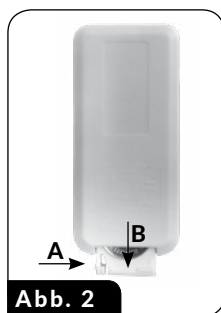

Abb. 2
3. Entkalken Sie den Ultraschallwandler regelmäßig (falls notwendig). Weichen Sie ein weiches Tuch in einer Mischung aus Essig und Wasser ein legen Sie es für einige Minuten vorsichtig auf den Wandler (3) und auf die Oberfläche mit Steinablagerungen auf. Reinigen Sie die gereinigten Oberflächen nach der Entkalkung mit einem feuchten, nur mit Wasser getränkten Tuch. Seien Sie bei der Reinigung des Wandlers besonders vorsichtig, um ihn nicht mechanisch zu beschädigen.
4. Spülen Sie den Luftfilter (11) und den Keramikfilter (8) mindestens einmal pro Woche unter fließendem Wasser und trocknen Sie ihn anschließend gründlich. Eine regelmäßige Reinigung der Filter trägt dazu bei, die Maximaleffizienz der Maschine zu erhalten. Den Zugriff auf den Luftfilter (11) verschaffen Sie sich durch Entfernen der Abdeckung (12) an der Unterseite des Gestells (1). Platzieren Sie die Filter nach der Reinigung auf ihrem Platz. Ersetzen Sie den Keramikfilter einmal pro Jahr und den Luftfilter bei mechanischer Beschädigung.
5. Die Fernbedienung wird mit einer 3V CR2025 Batterie betrieben. Um auf die Batterie zuzugreifen, drücken Sie die Verriegelungslasche (Pfeil A auf Abb. 2) und schieben Sie den Behälter heraus (Pfeil B auf Abb. 2). Achten Sie auf die richtige Polarität beim Einlegen.